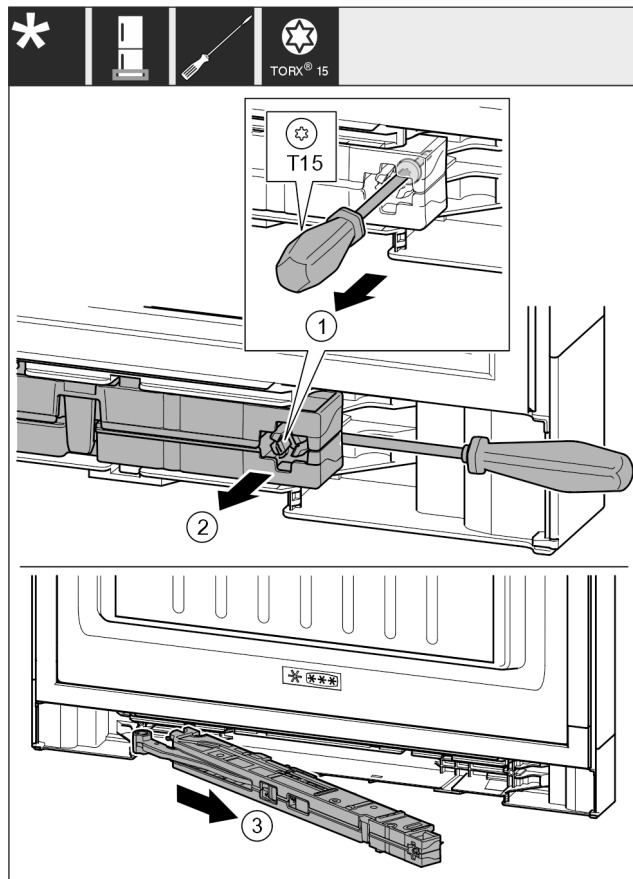

Fig. 17
- ▶ Desfaceți aprox. 14 mm șurubul de la unitatea amortizorului de închidere cu șurubelnița T15. Fig. 17 (1)
- ▶ Introduceți o șurubelniță pe partea mânerului în spatele unității amortizorului de închidere. Rotiți unitatea spre înainte. Fig. 17 (2)
- ▶ Scoateți unitatea. Fig. 17 (3)